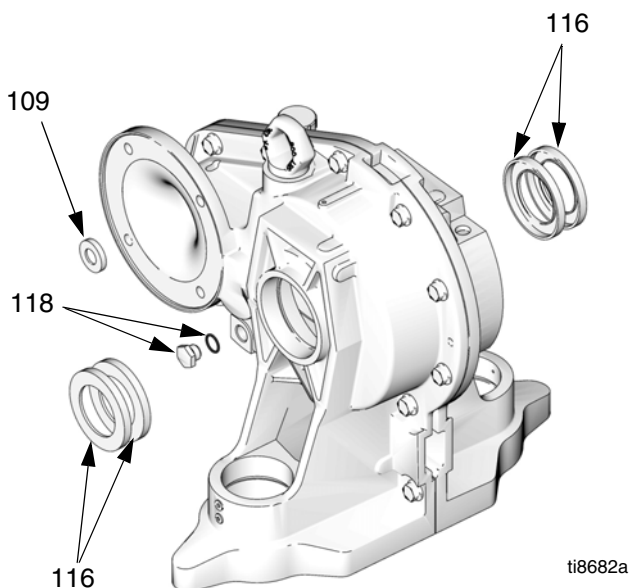

FIG. 24. Reduktionsväxelpackningar
5. Skruva bort fyra skruvar (12) och båda kåporna (21, 32).
6. Se FIG. 24. På motorsidan av reduktionsväxeln: skruva loss oljedräneringspluggen (118) med packning. Ta håll på den ingående packningen (109) med en härdad plåtskruv och dra ut den.